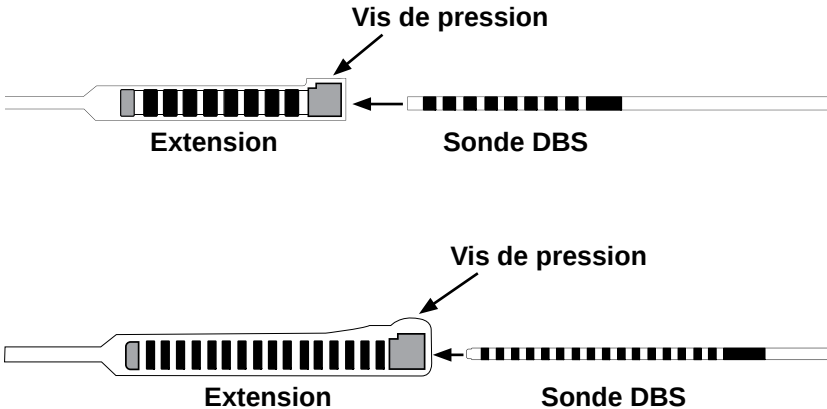

Figure 30. Sonde DBS et connecteur de la sonde-extension
1. S'assurer que la vis de pression n'entrave pas le port d'entrée sur le connecteur de la sonde-extension en dévissant la vis de pression d'un ou de deux tours à l'aide de la clé hexagonale (Figure 30).